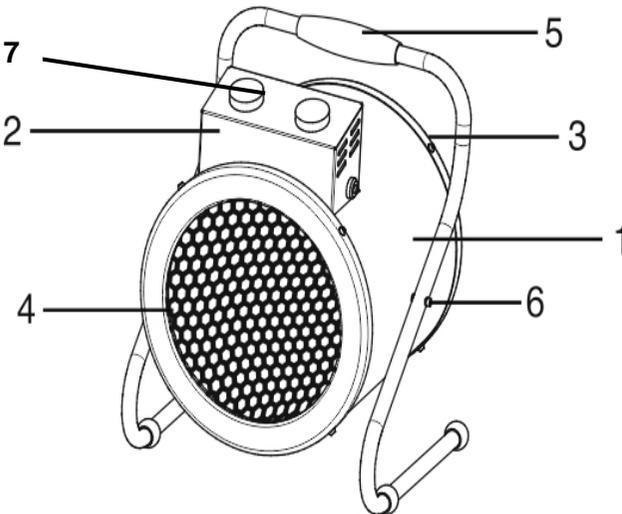
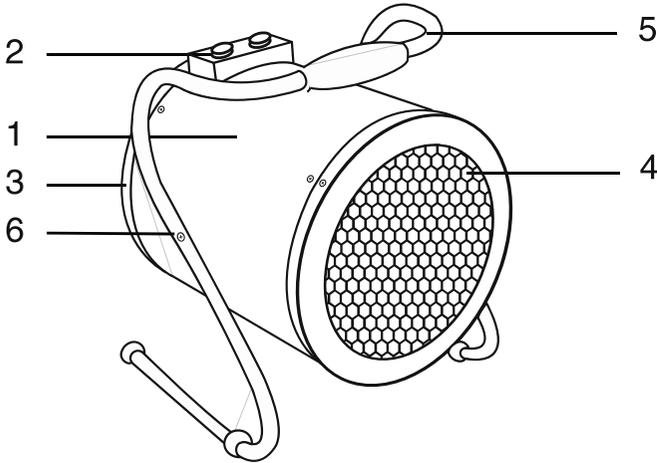

Рис.1 ТВ-2/3 СТ
Рис.2 ТВ-3/5; ТВ-5/7 СТ
Несущая конструкция тепловентилятора (рис.1; рис.2) состоит из кожухов наружного (1) и внутреннего, изготовленных из листовой стали и имеющих цилиндрическую форму. Во внутреннем кожухе размещены вентилятор и трубчатые электронагревательные элементы. Снаружи кожуха расположен корпус блока управления (2). Окна для забора холодного воздуха и подачи горячего закрыты решетками (3 и 4). В моделях ТВ-3/5 и ТВ-5/7 СТ корпус закреплен на ручке-подставке (5; рис.2) и имеет возможность поворота в вертикальной плоскости. Угол поворота фиксируется гайками (6).